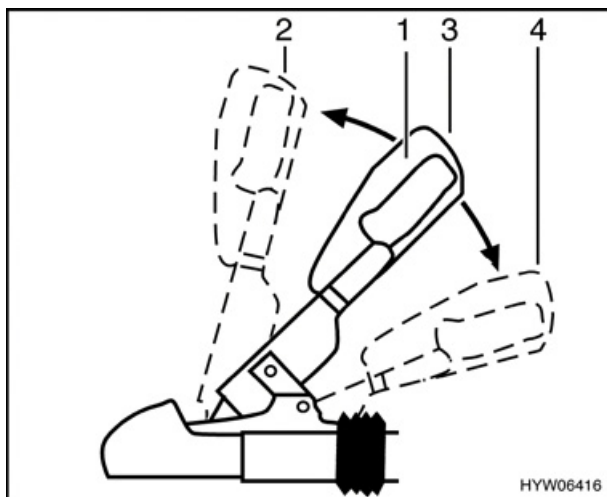

Fig. 2 Gancio di traino WS 3000 D
- Tirare la maniglia del gancio (Fig. 2,1) verso l'alto in posizione "aperto" (Fig. 2,2). Si apre il gancio di traino.
- Applicare il gancio di traino aperto sul gancio a sfera e rilasciare la maniglia del gancio. La maniglia ritorna automaticamente nella posizione iniziale (Fig. 2,3).
- Attivare il dispositivo di stabilizzazione. A tal fine premere la maniglia del gancio dalla posizione chiusa (Fig. 2,3) verso il basso (Fig. 2,4) fino all'arresto.
Per spegnere il dispositivo di stabilizzazione, per es. in caso di transito su ghiaccio o neve, tirare lentamente verso l'alto la maniglia del gancio (Fig. 2,1) fino alla posizione chiusa (Fig. 2,3).